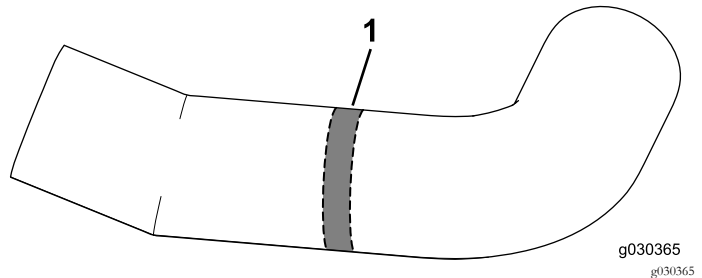

Bild 30
3. Schneiden Sie 13 mm vom Schlauch ab, wie in Bild 30 abgebildet.